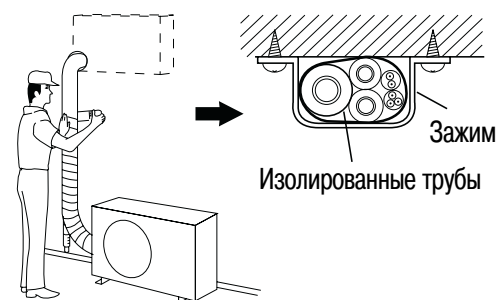

Рис. 33
- Обмотайте трубы армированной лентой, начиная с нижней части наружного блока и заканчивая верхней частью труб в месте, где они входят в стену. При обмотке труб накладывайте каждый следующий виток ленты так, чтобы он закрывал половину предыдущего (рис. 33).